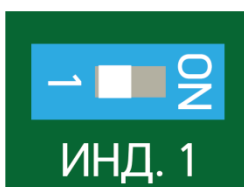

Рисунок 7.21
- отключить сигнальный светодиод БОС, установив флажок выключателя (поз.3 рисунок 7.1) в левое положение (положение «1») (рисунок 7.21), закрыть крышку БОС.
– отключить сигнальный светодиод БОС, установив флажок выключателя (поз.3 рисунок 7.1) в левое положение (положение «1») (рисунок 7.21), закрыть крышку БОС.